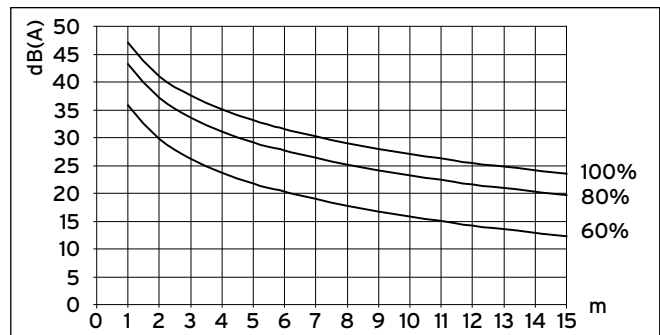

Fig. 6.1 Støjniveau fra en udeenhed i dB(A) afhængigt af afstand og ventilatorens omdrejningstal til VWL 62/3 S ved opstilling i det fri
- Vælg en indstilling, så de nationale lovkrav til støjværdier uden for bygninger overholdes (→ fig. 6.1 til 6.3 og tab. 6.1).